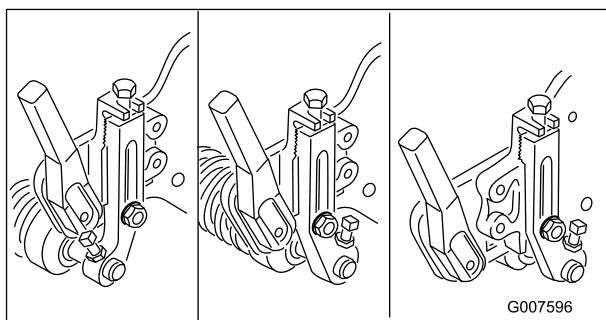

Figura 51
**Nota:** Il rullo anteriore è posizionabile in tre posizioni diverse (Figura 51), a seconda dell'applicazione e delle esigenze dell'utente.